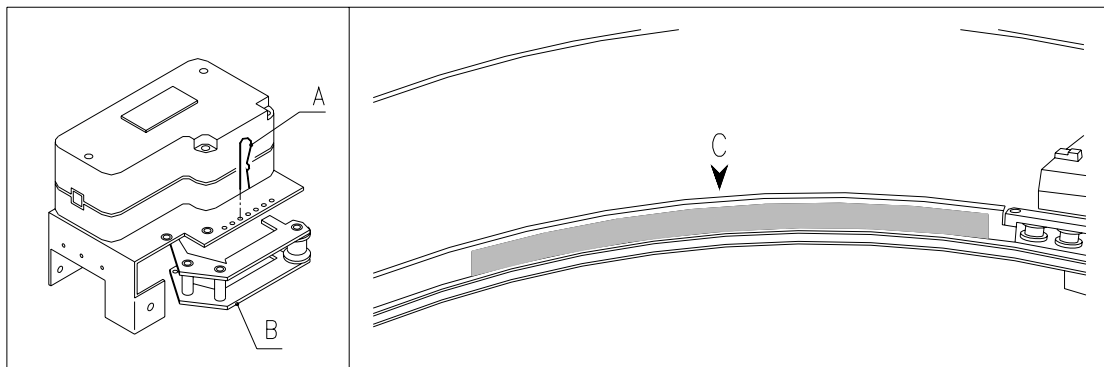

Abb. 16
8.8 AUSTAUSCH RIEMEN ZUR KLAPPENBEWEGUNG (ABB. 16)